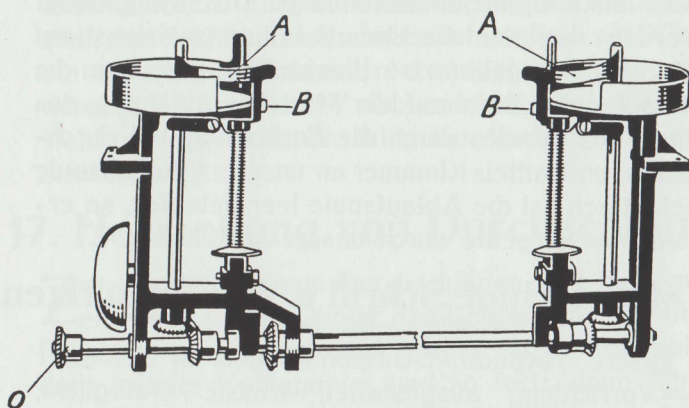

Abbildung 8.
11. Beim Schreiben ohne Farbbandspulen ist dringend darauf zu achten, daß sich die Fühlhebel A (Abb. 8) vollkommen aus dem Bereich der Spulenteller befinden. Man drücke den Hebel soweit nach hinten, bis dieselben durch die Blattfeder B (Abb. 8) festgehalten werden.
Das Farbband ist mittels 2 Klammern an den Spulenkernen der Farbbandspulen festgeklemmt. Um das Aufsetzen der Spulen zu ermöglichen, sind die Fühlhebel A (Abbildung 8) soweit aus dem Bereich der Spulenteller herauszudrücken, bis dieselben in die Blattfeder B einschnappen, welche die Fühlhebel in diese Ruhelage festhalten.